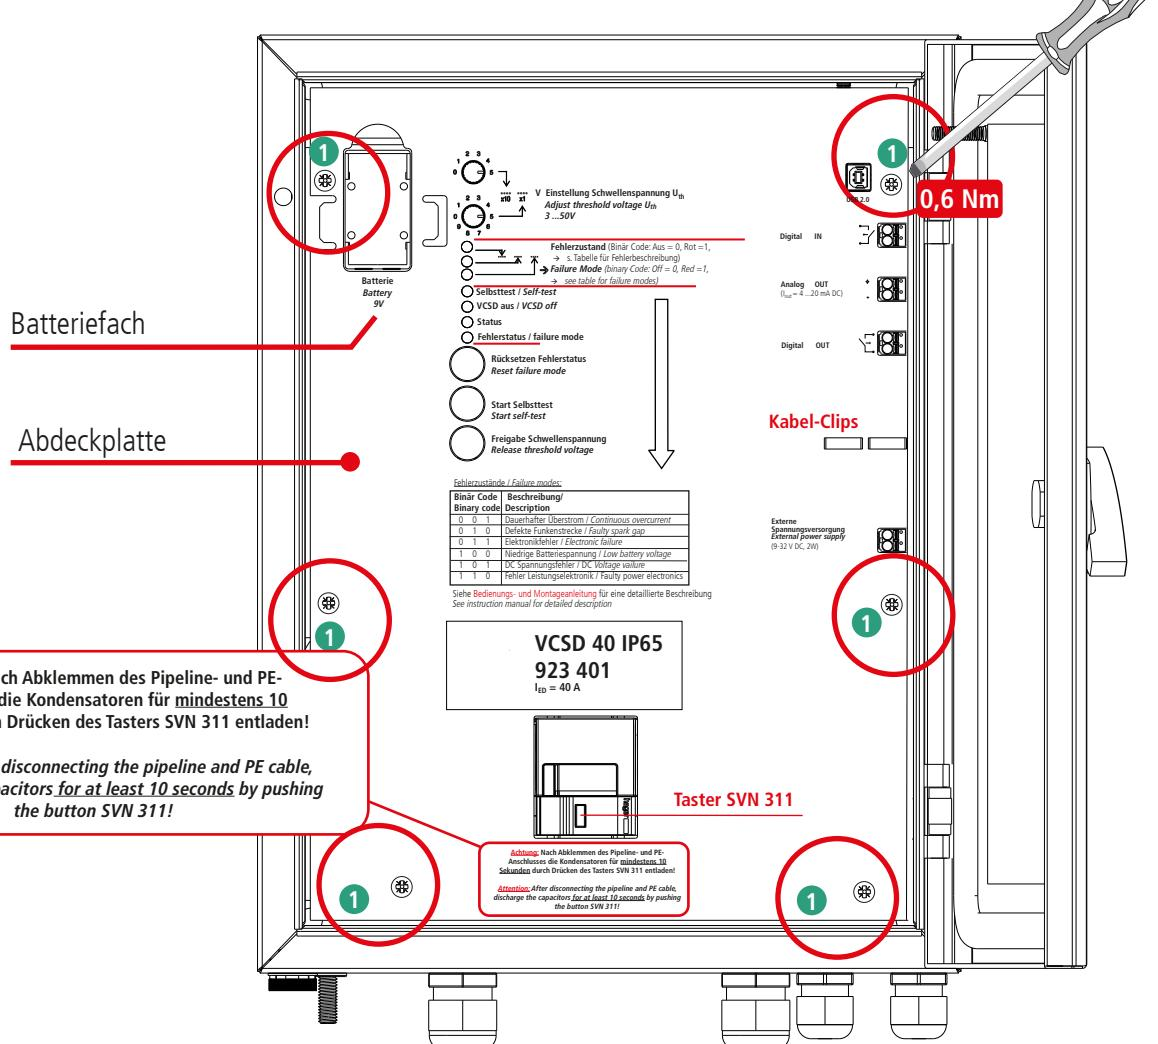

Fig. 3.2 Abdeckplatte
Für die weiteren Montage- und Anschlussarbeiten muss die Abdeckplatte abgenommen und die Batterie aus dem Gehäuse entnommen werden (siehe Fig. 3.2)
- ☞ Vor dem Herausnehmen müssen die sechs Befestigungsschrauben ① aufgeschaubt und entnommen werden (siehe Fig. 3.2).
Zum Entladen der Kondensatoren muss der Taster SVN 311 **mindestens 10 Sekunden** gedrückt werden (siehe Fig. 3.2).
Die Signalleitungen können direkt auf der Abdeckplatte mittels der Kabel-Clips befestigt werden (siehe Fig. 3.2, Seite 8).